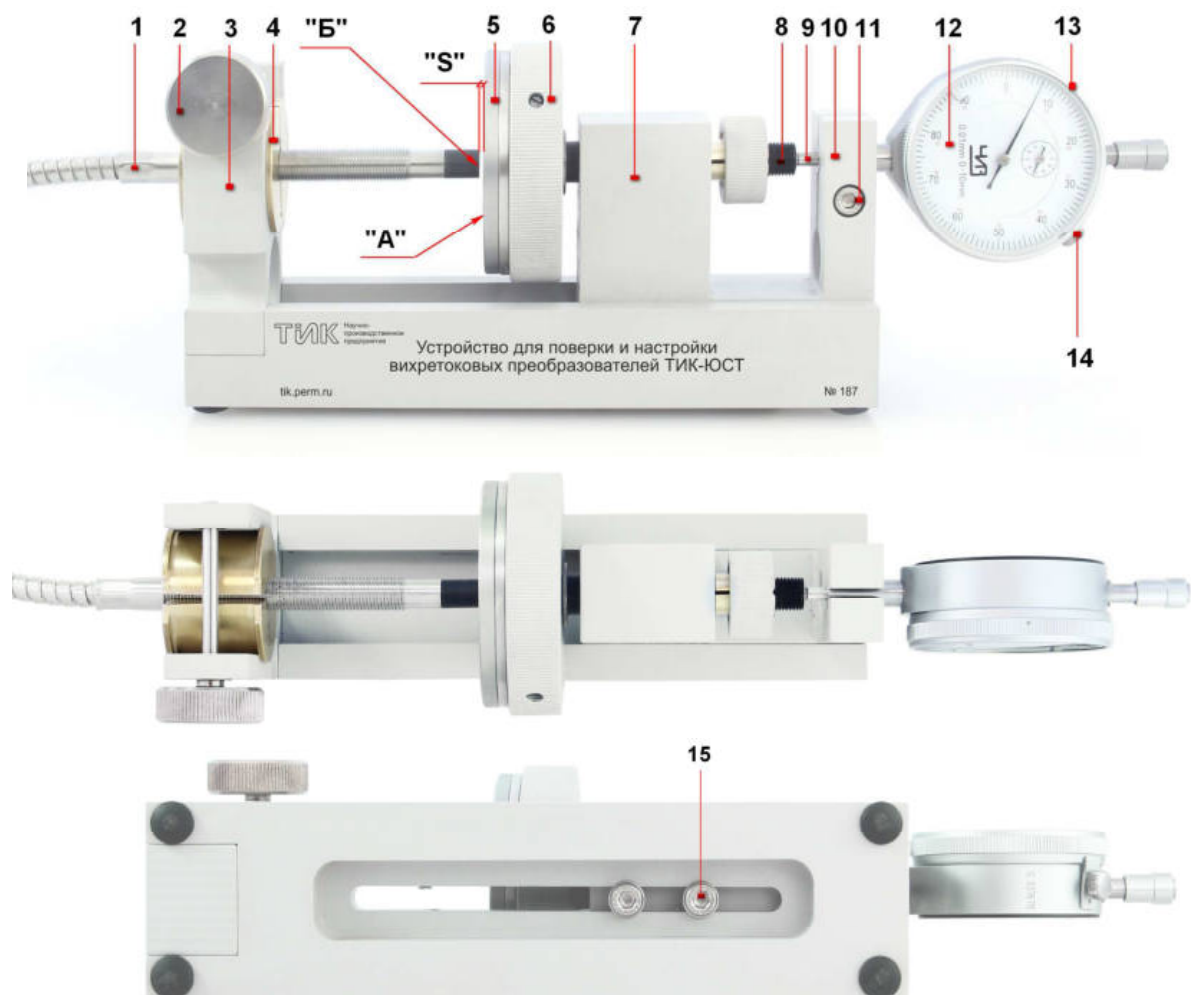

Рисунок 1. Устройство для поверки и настройки вихретоковых преобразователей ТИК-ЮСТ с преобразователем вихретоковым DS-х
1.2 Устройство для поверки и настройки вихретоковых преобразователей ТИК-ЮСТ (в дальнейшем – устройство) предназначено для создания калиброванного зазора «S» между поверхностью «А» измерительного диска поз. 3 (см. рисунок 1) устройства и поверхностью «Б» вихретокового преобразователя:
¹ Возможна замена диска на диск из нужного заказчику материала (см. рисунок 1, п.5).
- На установочной поверхности подвижной каретки (рисунок 1 поз. 7) и на измерительной поверхности диска (рисунок 1 поз. 5) не должно быть царапин, забоин, сколов.
- Проверьте ход измерительного стержня (рисунок 1 поз. 9) ИЧ (рисунок 1 поз. 12). Ход должен быть плавным, без рывков.
- Поверхность вала (рисунок 1 поз. 8), в которую упирается измерительный стержень индикатора (рисунок 1 поз. 9) необходимо обезжирить, после чего протереть мягкой и чистой хлопковой салфеткой.
- Вращением барабана (рисунок 1 поз. 6) переместите вал в крайнее правое положение (выкрутить барабан по часовой стрелке).
- Освободите винтом (рисунок 1 поз. 11) стойку каретки (рисунок 1 поз. 10).
- Зафиксируйте ИЧ в стойке каретки винтом (рисунок 1 поз. 11).
- Проверьте ход измерительного стержня (рисунок 1 поз. 9) ИЧЦ (ГЦ) (рисунок 1 поз. 12). Ход должен быть плавным, без рывков.
- Поверхность вала (рисунок 1 поз. 8), в которую упирается измерительный стержень индикатора (рисунок 1 поз. 9), необходимо обезжирить, после чего протереть мягкой и чистой хлопковой салфеткой.
- Зафиксируйте ИЧЦ (ГЦ) в стойке каретки винтом (рисунок 1 поз. 11).
5.1.3 Установить вихретоковый преобразователь DS-х со сменной втулкой (рисунок 1 поз. 4) в стойку (рисунок 1 поз. 3) таким образом, чтобы паз сменной втулки располагался вверх, и поверхность «А» измерительного диска и поверхность «Б» поверяемого вихретокового преобразователя соприкасались. Вихретоковый преобразователь устанавливать в положение, при котором полка с гравировкой номера расположена горизонтально гравировкой вверх. Зафиксировать вихретоковый преобразователь со сменной втулкой винтом (рисунок 1 поз. 2). Сменная втулка определяется по таблице 3.
5.1.4 Если поверхность «А» измерительного диска и поверхность «Б» поверяемого вихретокового преобразователя не соприкасаются, то нужно освободить винты крепления (рисунок 1 поз.15) каретки (рисунок 1 поз. 7). Переместить каретку в нужное положение до соприкосновения поверхности «А» измерительного диска с поверхностью «Б» поверяемого вихретокового преобразователя. Зафиксировать положение каретки винтами (рисунок 1 поз. 15).
5.1.5 Вращением барабана (рисунок 1 поз. 6) переместить измерительный диск (рисунок 1 поз. 5) в крайнее правое положение. Большой циферблат индикатора должен показать ход 10 мм.
5.1.6 При невыполнении п. 5.1.5 необходимо ослабить винт (рисунок 1 поз. 11), сместить ИЧ вдоль его измерительной оси до получения величины хода 10 мм на малом циферблате, зафиксировать индикатор винтом.
5.1.7 Вращением барабана против часовой стрелки переместить измерительный диск влево до соприкосновения с вихретоковым преобразователем, необходимое усилие прижатия обеспечивается трещоткой барабана (3 щелчка), установить на малом и большом циферблате ИЧ значение «0» с помощью ободка индикатора (рисунок 1 поз. 13) и зафиксировать винтом (рисунок 1 поз. 14).
5.2.3 Установить вихретоковый преобразователь DS-х со сменной втулкой (рисунок 1 поз. 4) в стойку (рисунок 1 поз. 3) таким образом, чтобы паз сменной втулки располагался вверх, и поверхность «А» измерительного диска и поверхность «Б» поверяемого вихретокового преобразователя соприкасались. Вихретоковый преобразователь устанавливается в положение, при котором полка с гравировкой номера расположена горизонтально гравировкой вверх. Зафиксировать вихретоковый преобразователь со сменной втулкой винтом (рисунок 1 поз. 2). Сменная втулка определяется по таблице 3.
5.2.4 Если поверхность «А» измерительного диска и поверхность «Б» поверяемого вихретокового преобразователя не соприкасаются, то нужно освободить винты крепления (рисунок 1 поз. 15) каретки (рисунок 1 поз. 7). Переместить каретку в нужное положение до соприкосновения поверхности «А» измерительного диска с поверхностью «Б» поверяемого вихретокового
преобразователя. Зафиксировать положение каретки винтами (рисунок 1 поз. 15).
5.2.5 Вращением барабана (рисунок 1 поз. 6) переместить измерительный диск (рисунок 1 поз. 5) в крайнее правое положение. ИЧЦ (ГЦ) должен показать верхний диапазон измерения (в зависимости от типа и марки индикатора).
5.2.6 При невыполнении п. 5.2.5 необходимо ослабить винт (рисунок 1 поз. 11), сместить ИЧЦ (ГЦ) вдоль его измерительной оси до получения величины верхнего диапазона измерения (в зависимости от типа и марки индикатора), зафиксировать индикатор винтом.